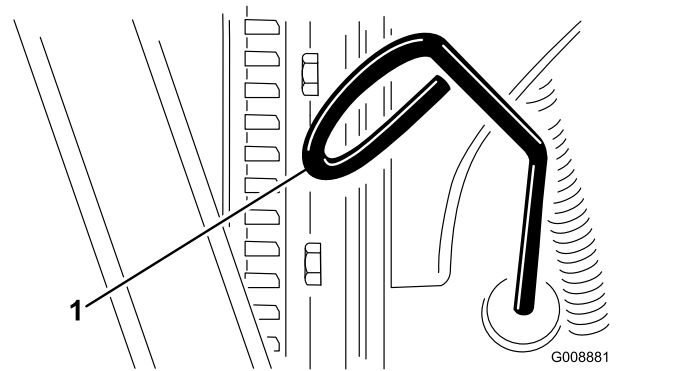

Figure 37
2. Retirez la jauge (Figure 37) et essuyez-la sur un chiffon propre.